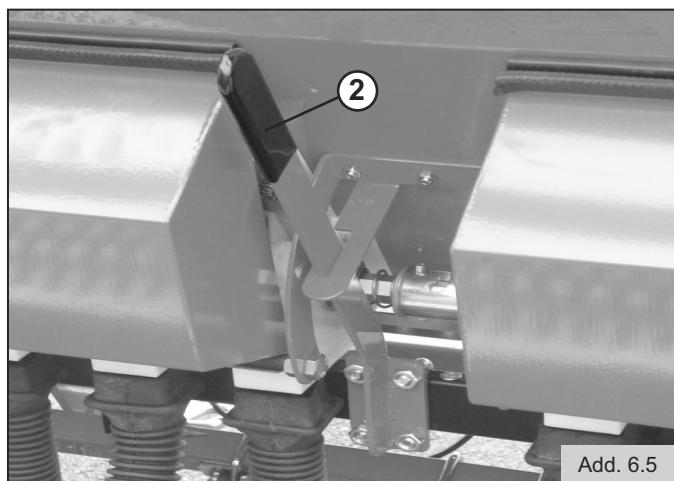

Abb. 6.5
- Man betätigt den Hebel **2**, um die Leitungshalterung Abwärts Stift **3** (Abb.6.5 - Abb.-6.6) zu senken.